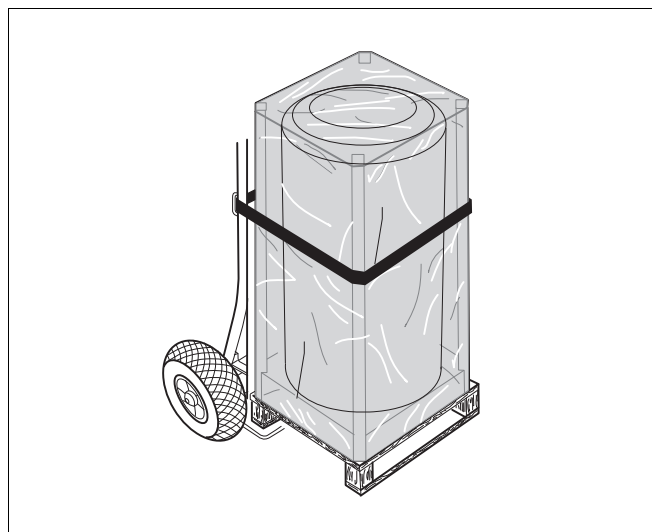

Рис. 3 Транспортировка бака-водонагревателя на специальной тележке для перевозки котла
- Приставьте тележку для транспортировки котла (рис. 3, [1]) к задней стенке упакованного бака-водонагревателя (рис. 3, [2]).